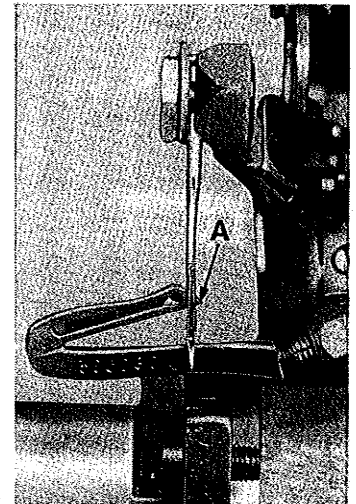

Fig. 5
When the lower looper (A) on its travel from left to right passes the needle, the needle should be deflected approximately 0,10 mm (.004 inch) to the front (towards the operator). (Fig.5).
Wenn der Untergreifer (A) von links nach rechts die Nadel passiert, muß dieser die Nadel etwa 0,10 mm nach vorne (in Richtung Näherin) ablenken. (Fig.5).